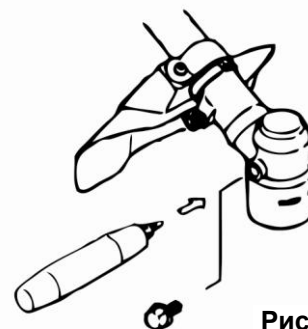

Рис. 5
- Выключите двигатель триммера, открутите болт в боковой части редуктора, залейте небольшое количество (20-30 мл) машинного масла в редуктор (См. Рис. 5)